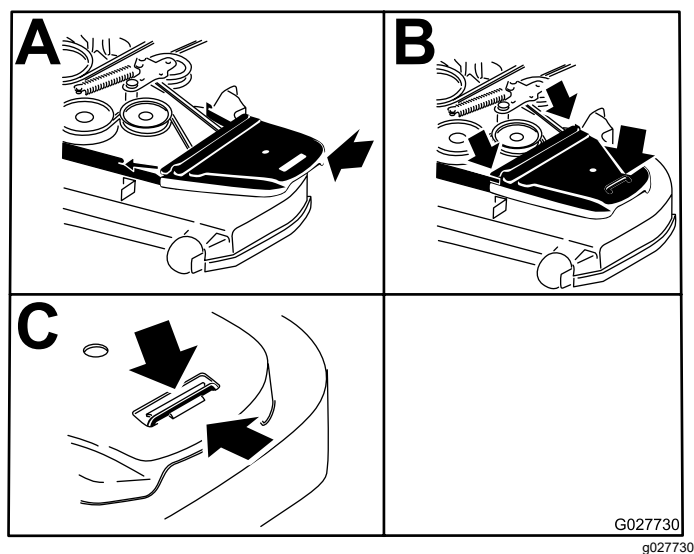

Figura 73
13. Instale las cubiertas de la correa (Figura 73).